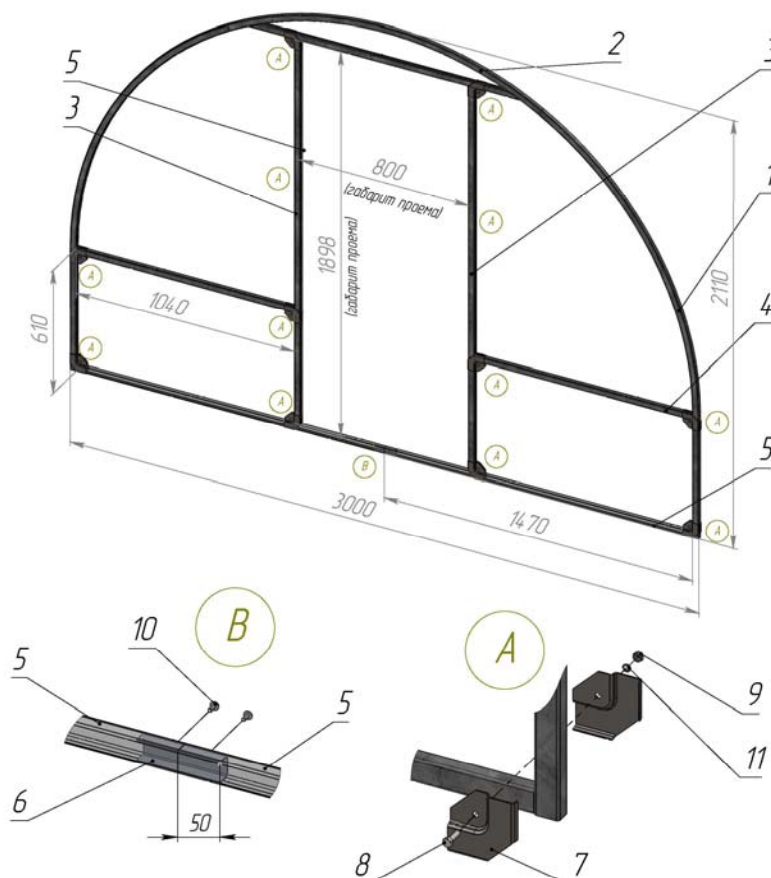

Рисунок 3 – Схема сборки фронтона
1. Выложить все детали на полу (земле) по указанной схеме (рисунок 3).